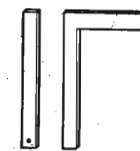

Fig. 645 Riga e
- una riga ed una squadra di metallo (fig. 645);